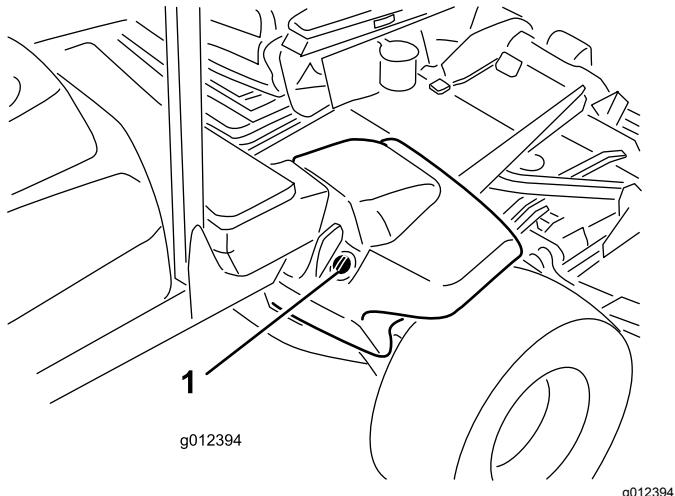

図 16
2. 油圧オイルタンクの注油口周辺をきれいに拭き、キヤップ図 16 を外す。給油口からキヤップを取りる。